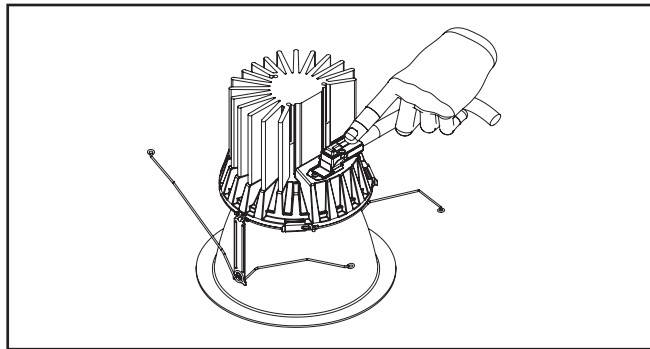

Figura 7
7. Alinee correctamente el conector como se muestra en (Figura 7.). Enchufe en el módulo el dispositivo de desconexión rápida de la luminaria.